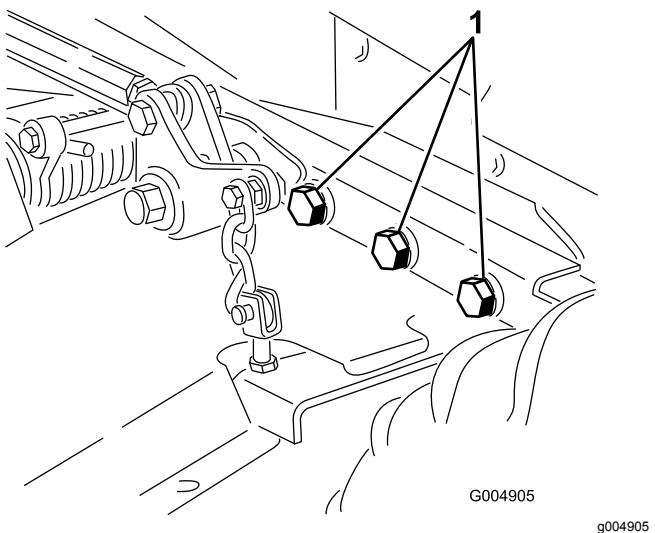

Figura 87
4. Compruebe que todos los herrajes están bien apretados; apriételos si es necesario. Apriete los 6 pernos que sujetan el bastidor de la plataforma de corte a la unidad de tracción (**Figura 87**) a 359 N·m (265 pies-libra).